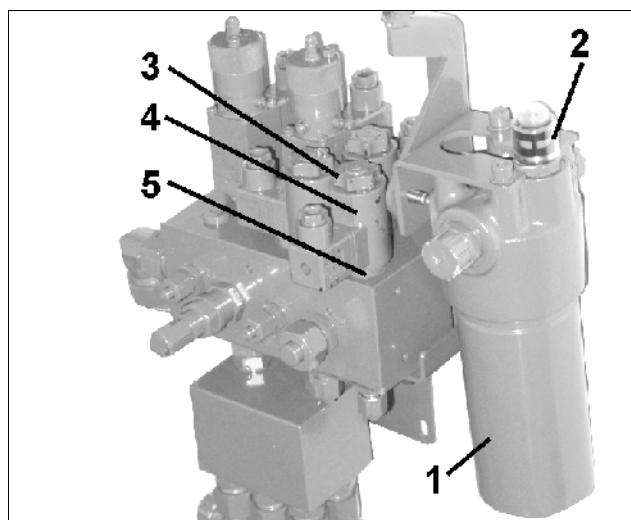

Fig. 59
La fonction du filtre à huile hydraulique peut être contrôlée au cours du fonctionnement (Fig. 59/1) au niveau du bloc de commande.
Affichage sur la fenêtre de contrôle (Fig. 59/2):
- Dévissez le bouchon magnétique (Fig. 59/3) .
- Enlevez la bobine magnétique (Fig. 59/4).
- Dévissez la tige de vanne (Fig. 59/5) avec les logements de vanne et nettoyez à l'air comprimé ou avec de l'huile hydraulique.